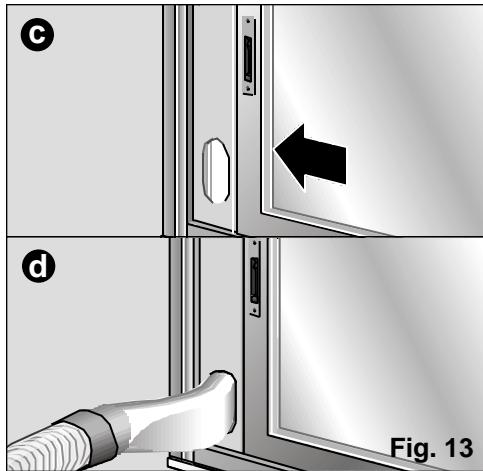

Fig. 13
- U kunt hiervoor ook het installatie onderdeel gief raam / balkon gebruiken. (Zie "Beschrijving van de onderdelen") dat bij dit apparaat geleverd wordt, **Fig. 13 : a, b, c, d.** Dit is zowel op horizontale als op verticale ramen te gebruiken.